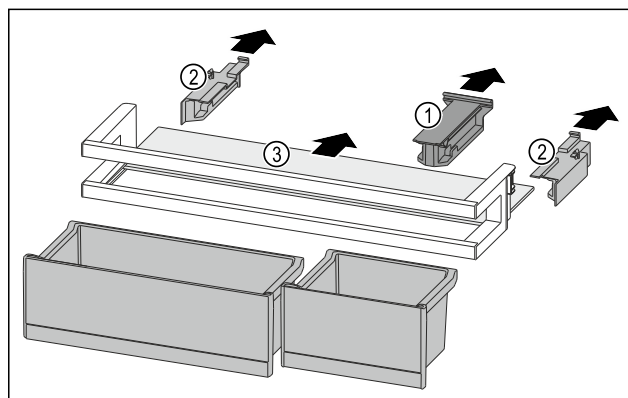

Fig. 133
- Retirer la pièce de retenue Fig. 133 (1).
- Retirer les parties latérales Fig. 133 (2).
- Retirer la tablette de rangement Fig. 133 (3).